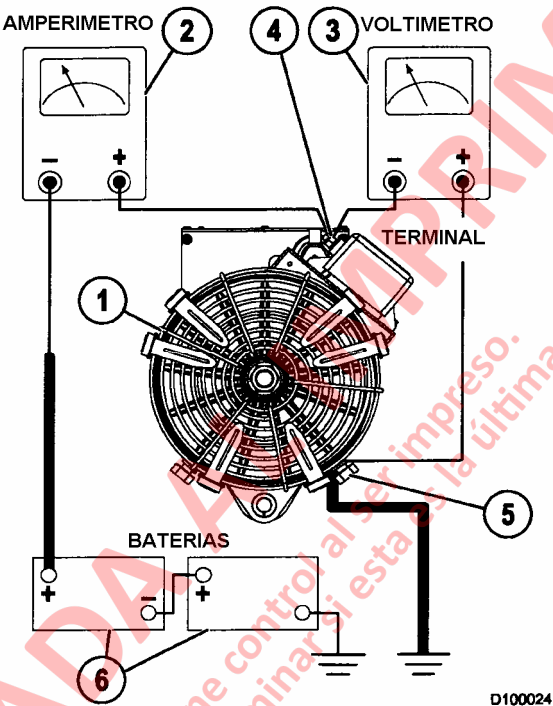

FIGURA 10-7. ANALISIS DE FALLAS
Consulte la Figura 10-7 para los siguientes pasos. Instale medidores directamente en el alternador como se muestra, para eliminar las variaciones en las lecturas debido a los largos del cable, etc.
- 4. Conecte los medidores como se indica en la Figura 10-7. Mida el voltaje y el amperaje en el alternador, no en las baterías o en un punto intermedio.